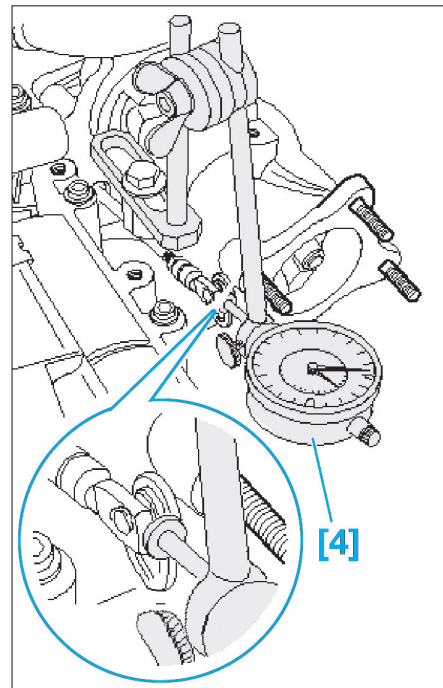

Fig. 62
- Fixer le comparateur muni de son support universel [4] (Fig.62).